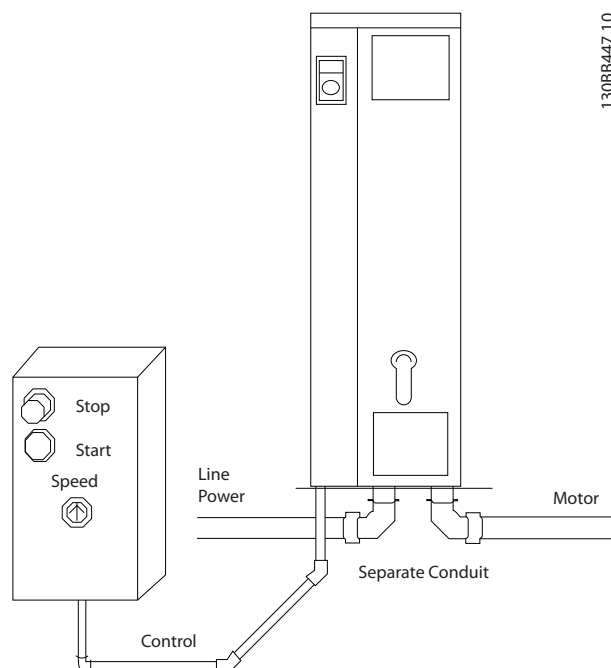

図 2.6 導管を使用した正しい電氣的設置
- モーター配線は、高周波電流を流すために、主電源、モーター電力、および制御線が異なる導管を通ることが重要です。金属導管あるいは個別シールド線を使用します。電力、モーター、コントロール配線の隔離を行わないと、機器の最適な性能が得られません。図 2.6 を参照